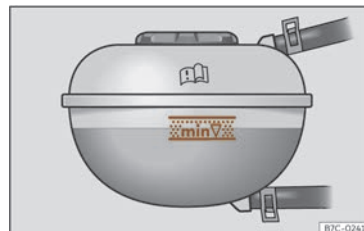

Fig. 211 No van dianteiro: marca no depósito de expansión do líquido refrigerante.
- Co motor frío, comprobe o nivel do líquido refrixerante nas marcas laterais do depósito de expansión >>> **fig. 211**. O nivel do líquido refrixerante deberá atoparse entre as marcas.
- O nivel do líquido de refrixerante deberá atoparse entre as marcas do depósito de expansión >>> **fig. 211**. **Non supere nunca o bordo superior da zona marcada** >>> .
- Ao engadir líquido refrixerante, non supere o bordo superior da zona marcada >>> **fig. 211**. De non ser así, cando aumente a temperatura, o líquido sobrante será expulsado do sistema de refrixeración do motor e podería causar danos.